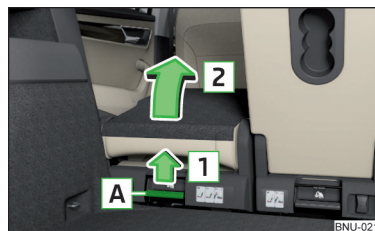

Fig. 83
- Trageți maneta **A** » fig. 83 în sensul săgeții **1** și ridicați scaunul în sensul săgeții **2**.